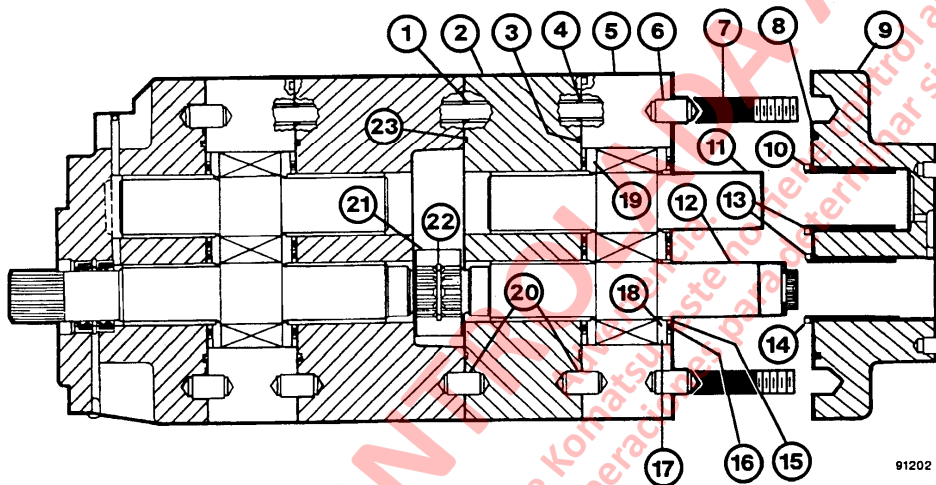

FIGURA 3-5. DESENSAMBLADO DE LA BOMBA DE ELEVACION (Sección Trasera)
5. Saque la placa del conector (9, Figura 3-5). Saque el anillo de goma (8) y los anillos de acero (10) y (14). Saque los pasadores (6) si están dañados o si es necesario cambiar la placa del conector.
6. Saque el anillo de respaldo (15), anillo de goma y retén (16) y la placa de aislación (17). Tome el engranaje de mando (12) y el engranaje de la rueda tensora (11) y saque en forma recta de la cavidad de la placa del engranaje (5). Saque la placa de presión (18) de los engranajes.
7. Saque la placa del engranaje (5) y la placa de presión (19). Saque los anillos de acero, anillo de respaldo, anillo de goma, retén y la placa de aislación. Saque el anillo de goma (3) y el anillo de goma del espárrago (4).
8. Saque la placa de rodamientos (2, Figura 3-5). Saque el anillo de goma (23) y los anillos de goma de los espárragos (1). Saque los pasadores (20) si están dañados o si es necesario cambiar la placa de rodamientos.
9. Saque el acoplamiento (21). Saque el anillo de retención (22) si está dañado o si es necesario cambiarlo.